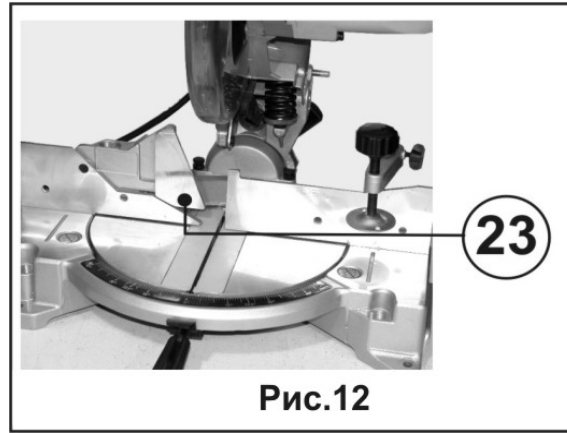

Рис.12
Эта пила укомплектована вспомогательным упором (23), который обычно должен находиться в положении, указанном на Рис.12.